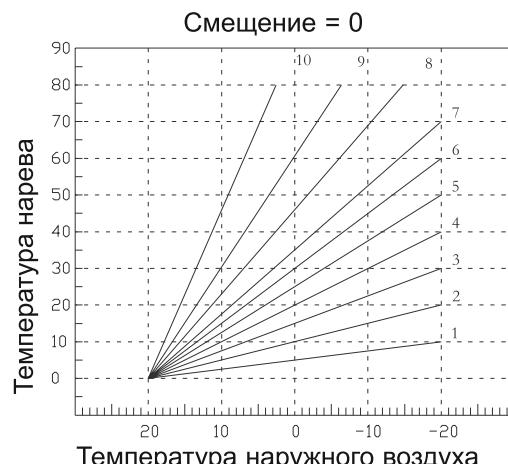

Рис. 3
**Функция «погодозависимая автоматика».** Котел имеет функцию управления «плавающей температурой» - т.е. котлы могут поддерживать температуру подачи теплоносителя в контур системы отопления на оптимальном значении, рассчитывая ее на основании значения температуры наружного воздуха. Эта функция может быть активирована подключением к котлу специального датчика уличной температуры (поставляется как дополнительная опция). Это дает возможность обеспечить максимум комфорта в течение всего года и при этом избежать неоправданного расходования электроэнергии. Автоматическую корреляцию между двумя температурами, температурой подачи и температурой наружного воздуха, электронный блок управления котла ведет по так называемой «кривой компенсации». Принцип «погодозависимой автоматики» реализован следующим образом: при повышении температуры наружного воздуха температура в подающем контуре системы отопления уменьшается, следуя определенной кривой погодозависимого регулирования. Вы можете выбрать из доступных компенсационных кривых ту кривую, которая максимально будет соответствовать характеристикам обогреваемого здания и используемым нагревательным приборам. Основное назначение данной энергосберегающей функции - добиться максимального комфорта с минимальными затратами электроэнергии. Войдите в меню в параметр P07 и выберите соответствующую кривую с помощью регулятора температуры отопления. При установке кривой на дисплее отображается С (С - -, С01 - С10). (С - -) - означает, что функция компенсации температуры отключена. Котел будет работать автоматически в зависимости от установленной пользователем температуры. С01 - С10 - означает регулирование необходимой температуры отопительной воды с помощью соответствующей кривой от 1 до 10. Компенсационная кривая изображена на рис. 3.